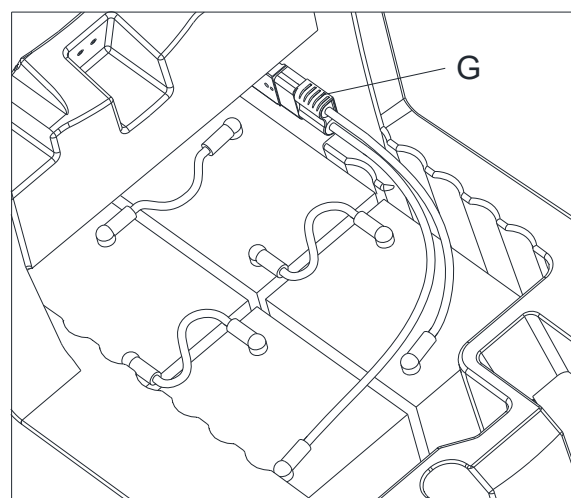

Figura 17
2. Deconectați conectorul bateriei (G, Figura 17).